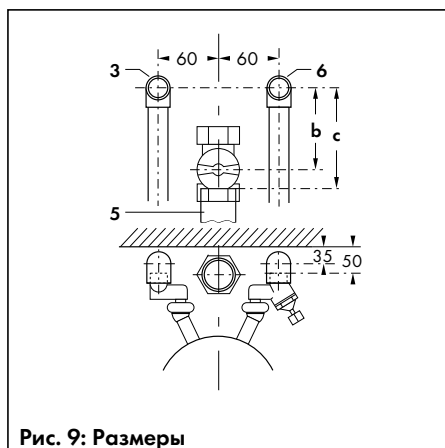

Рис. 9: Размеры
На рис. 9 показаны расположение и размеры подключений для открытой прокладки трубопроводов и монтажа газового крана под аппаратом.
- После определения места установки аппарата перед его монтажом следует проложить газопровод и трубопроводы холодной и горячей воды к точкам подсоединения аппарата или к соответствующей подсоединительной арматуре, как показано на рис. 9.